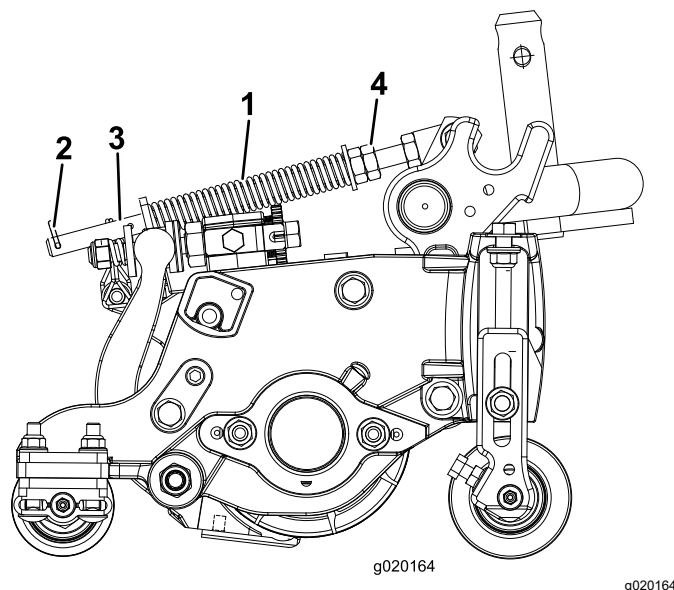

Bild 14
Die Rasenkompensierungsfeder (Bild 14) verlagert das Gewicht von der Front- zur Heckrolle. Dies reduziert ein Bobbing genanntes Wellenmuster auf der Rasenfläche.
1. Stellen Sie sicher, dass der Splint in das hintere Loch in der Federstange eingesetzt ist (Bild 14).
2. Ziehen Sie die Sechskantmutter vorne an der Federstange an, bis die zusammengedrückte Länge der Feder (Bild 14) an 12,7-cm-Schneideinheiten 12,7 cm oder an 17,8-cm-Schneideinheiten 15,8 cm beträgt.